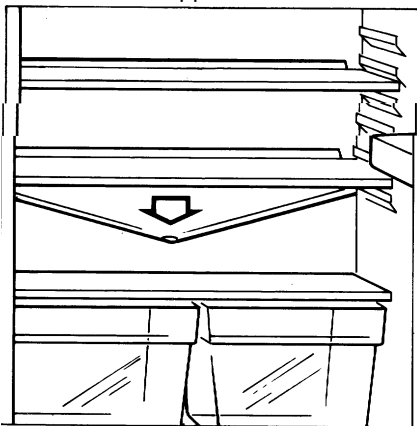

Fig. 17
- ☐ Let erop dat de afvoeropening van het dooiwateropvanggootje in de achterwand van de koelruimte (**Fig. 17**) altijd vrij is. Bij verstopping dient u de afvoeropening met het speciaal voor dat doel geleverde staafje schoon te maken.